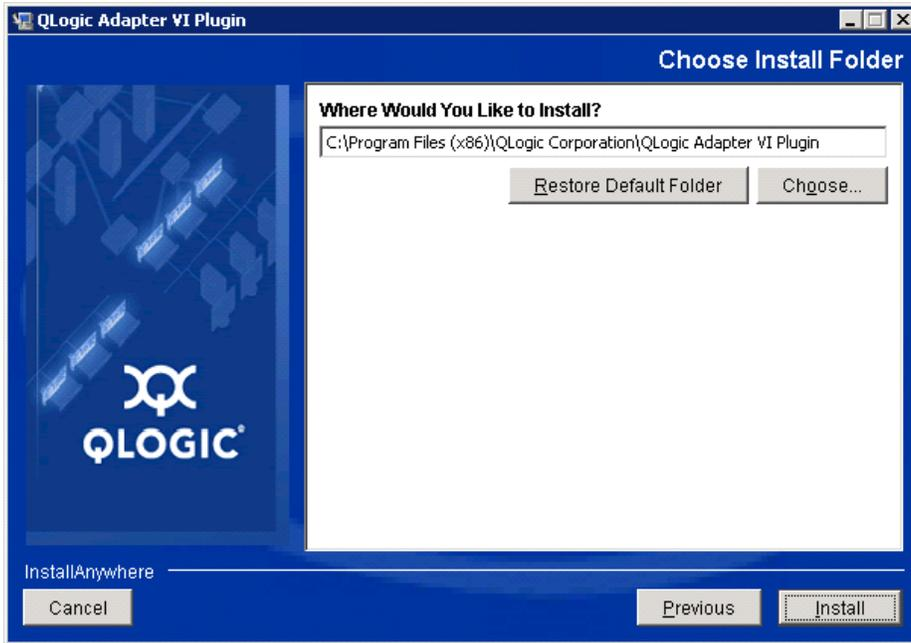

Figure 2-12. Sélectionner le répertoire d'installation
- Sélectionnez le répertoire d'installation, puis cliquez sur **Install** (Installer) (voir Figure 2-12).